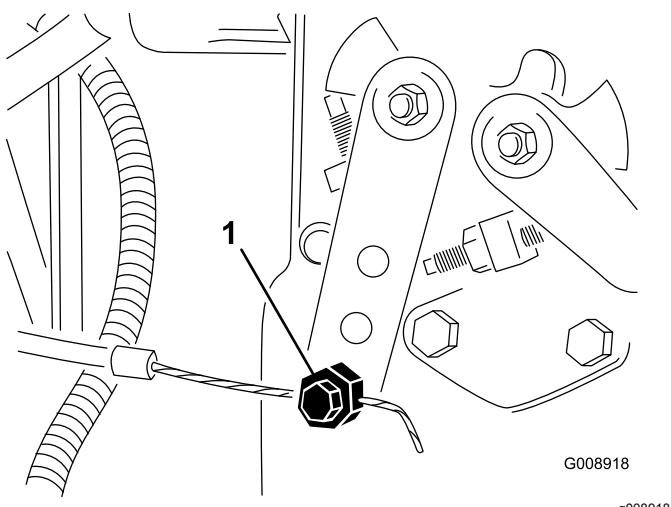

Figura 87
- Afloje el conector del cable del acelerador en la palanca de la bomba de inyección (Figura 87).